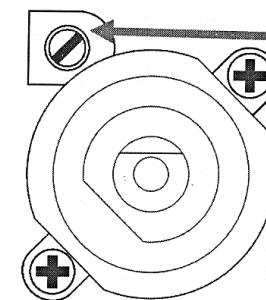

Figura 7
- b) prin gaura din panoul de comandă, rotiți șurubul de reglare a robinetului (situat pe lateral, vezi Figura 7) în sensul de rotație a acelor de ceasornic până la capăt; în poziția fluxului gazului, care dă o flacăra minimă stabilă.
- prin gaura din panoul de comandă, rotiți șurubul de reglare a robinetului (situat pe lateral, vezi Figura 7) în sensul de rotație a acelor de ceasornic până la capăt;